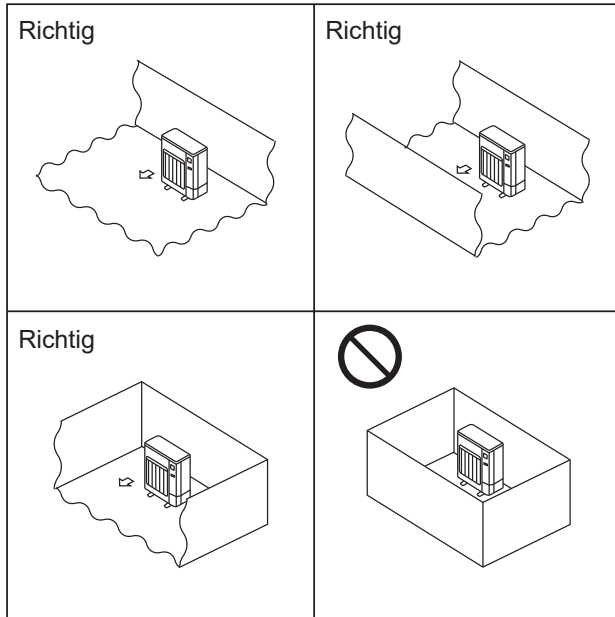

Abb. 2-2
- Installieren Sie Außenanlagen an einem Ort, an dem wenigstens eine der vier Seiten offen ist, und in einem ausreichend großen Raum ohne Senken. (Abb. 2-2)